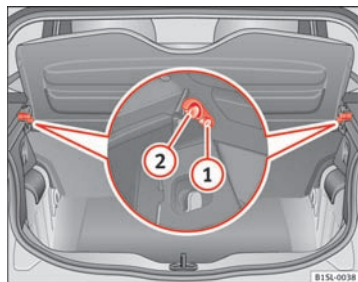

Fig. 68 Sådan af- og påmonteres bagagerumsafdækningen.
Klap bagagerumsafdækningen op, og tryk den fast i fastgørelserne ⇒ Fig. 68 ① i siden. Sørg for, at bagagerumsafdækningen sidder korrekt fast. For at klappe bagagerumsafdækningen ned skal du trykke den ud af fastgørelserne.